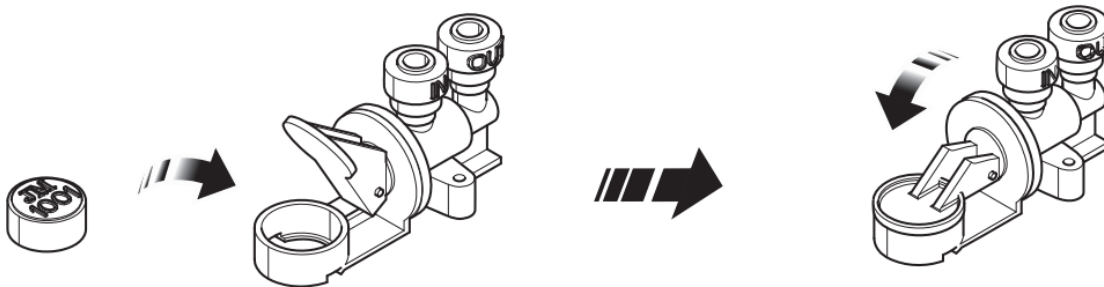

Fig 36
2. Überprüfen Sie, ob das Ventil aktiviert wurde, indem Sie die Ausrichtung des Ventilarms überprüfen. Falls sich das Pad vergrößert hat und der Arm des Ventils in der oberen Position ist (Abb. 36), wurde das Ventil aktiviert.
4. Schließen Sie den Arm des Ventils oben am neu eingebauten Pad (Abb. 36).